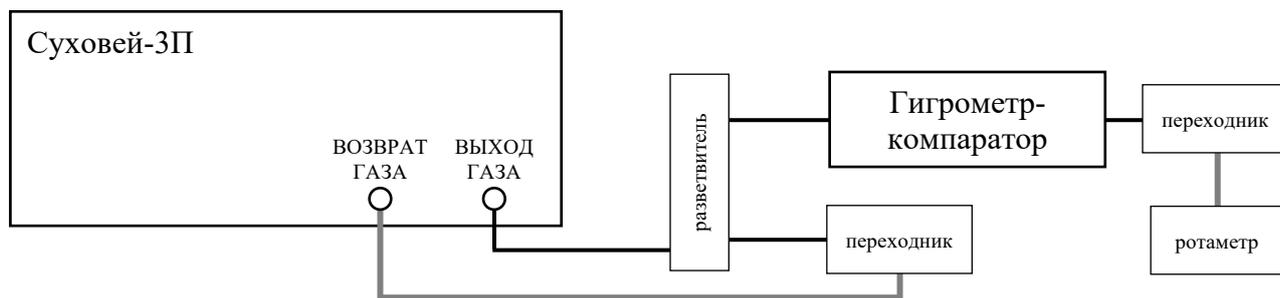

Рисунок 34 – Схема подключения гигрометра-компаратора при поверке.
10.5. При поверке генератора рекомендуется в предыдущий день подключить гигрометр-компаратор к генератору в соответствии с рисунком ниже (Рисунок 34), серыми линиями показаны пластиковые трубки, черными – металлические), затем нажать на кнопку «Выключение с просушкой».